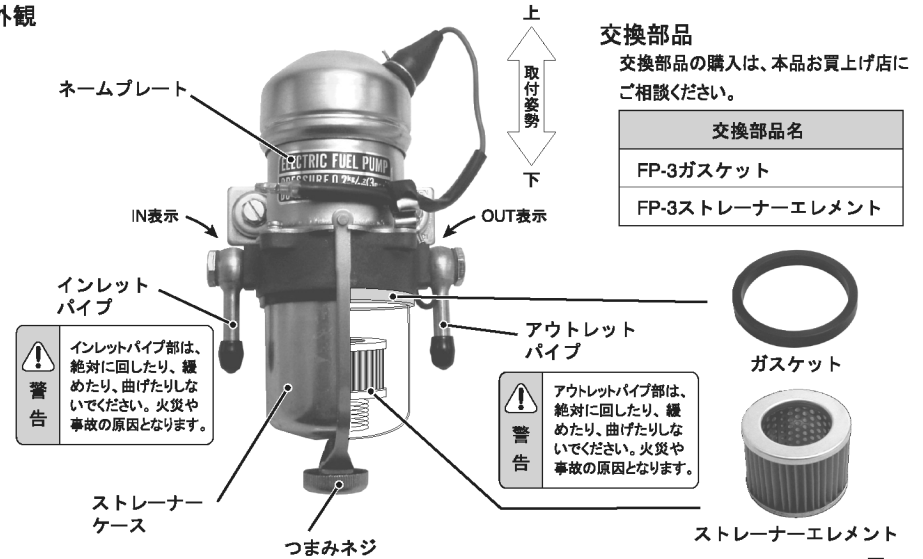

図. 1
警告	<ul style="list-style-type: none"> 誤った取り付け、配管、配線、組み合せは、火災や事故の原因となります。 <p>お取り付けは、自動車整備の認証工場または指定工場へ依頼してください。</p> <ul style="list-style-type: none"> 本品は、キャブレター式ガソリンエンジン車専用の燃料ポンプです。これ以外の目的に使用しないでください。火災や故障の原因となります。 本品をお取り付けになる前に、キャブレターの針弁圧よりFP-3の最大吐出圧が低いことを必ず確認してください。【FP-3には、最大吐出圧が2種類あります。本品に貼ってあるネームプレート(図. 1)と②主要仕様を確認してください。】オーバーフローし、火災や事故の原因となります。 <p>重要：キャブレターの針弁圧 > FP-3最大吐出圧</p>